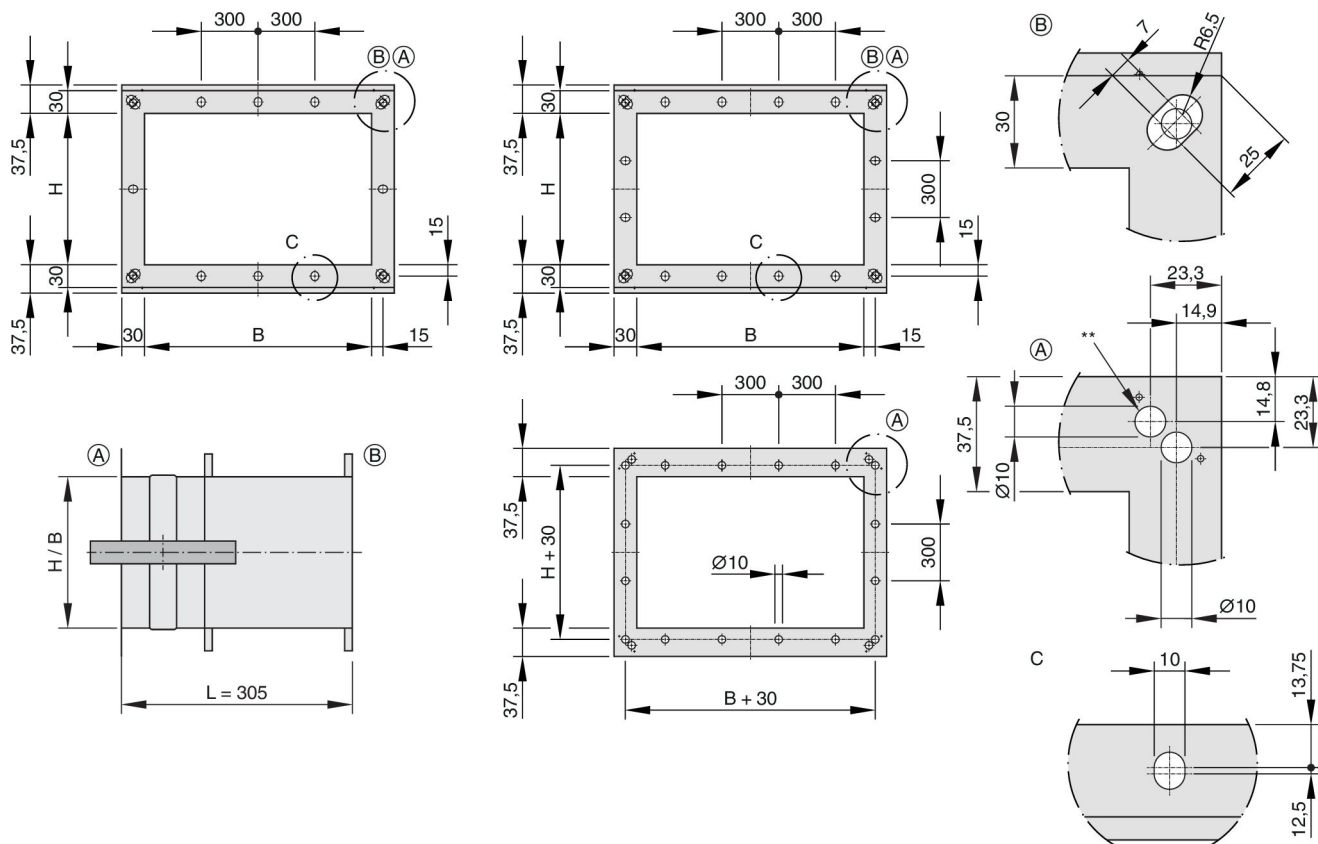

Fig. 3: Orifícios de flange L = 305 mm – número ímpar e par de orifícios
- Dimensões da flange para L = 305 mm, ver Fig. 3.
- Dimensões da flange para L = 305 mm, ver Fig. 3 .